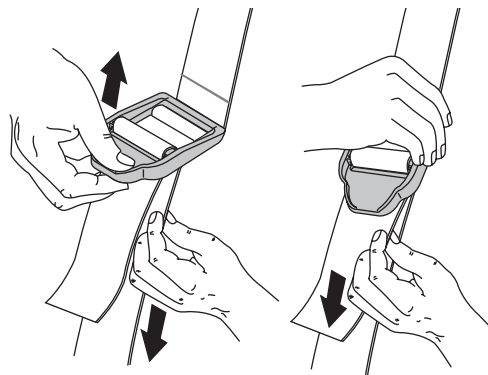

Fig. 8
- Ajuste la longitud a la medida del operador. Tire de la lengüeta para alargarla, tire de la correa para acortarla (Fig. 8).